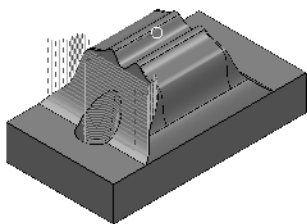

图 2-138 生成的刀具路径
9) 在“直线投影精加工”对话框中单击“应用”按钮和“接受”按钮, 确定参数并退出对话框, 生成的刀具路径如图 2-138 所示。